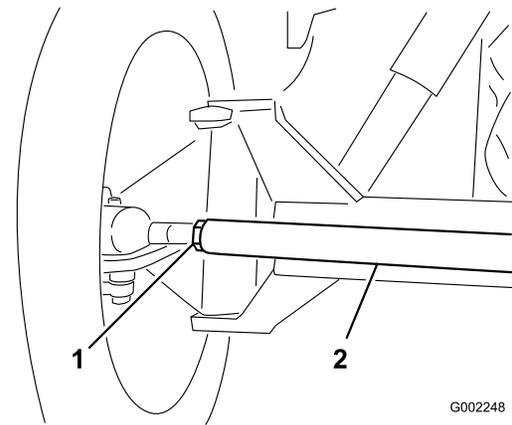

Figura 53
3. Si la distancia no está en el intervalo especificado, afloje las contratuercas en ambos extremos de la biela (**Figura 53**).